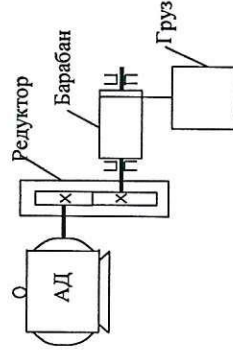

Рис.1
- 1.1. Для главного привода подъемного механизма, выполненного по кинематической схеме (рис.1), в соответствии с индивидуальным заданием выбрать асинхронный электродвигатель (АД) с короткозамкнутым ротором основного исполнения. Режим работы электропривода – S3.